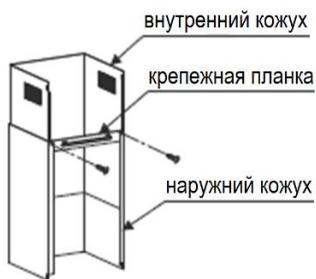

Рис. 5
7. Установите кронштейн наружного кожуха на наружный кожух и закрепите двумя винтами ST4x8мм. Убедитесь, что внутренний кожух может свободно перемещаться внутри наружного кожуха. См. Рис. 5.